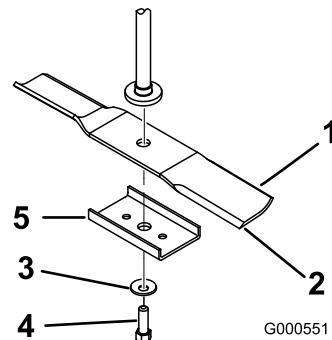

Figura 56
Segure na extremidade da lâmina, utilizando um trapo ou uma luva grossa. Retire a cavilha da lâmina, a anilha curva, esticador de lâmina e lâmina do eixo (Figura 56).
1. Instale a lâmina no veio (Figura 56).
- instale um esticador de lâmina, a anilha curva (lado oval virado para a lâmina) e o parafuso da lâmina (Figura 56).